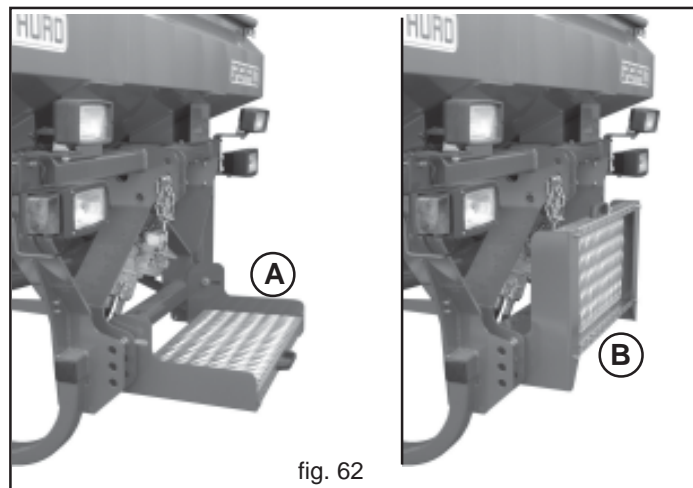

fig. 62
En caso de carga manual, utilice la plataforma (A, Fig. 62) para acceder a la tolva del equipo. Durante el trabajo o el transporte por carretera, pliegue siempre la plataforma como se indica en la Figura 62 (B).